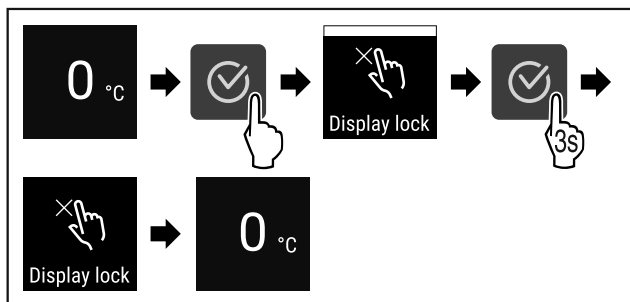

Fig. 68
- ▶ Suorita toimenpidevaiheet (katso Fig. 68).